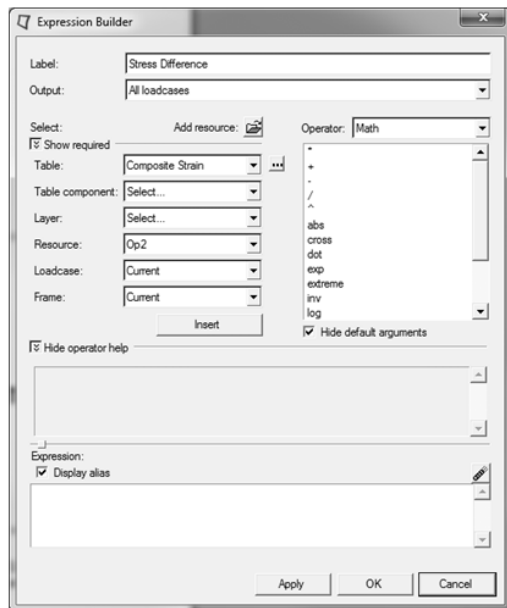

图 13-63 设定扩展选项
(3) 接下来将创建一个关于特定工况的 Derived Result。在 Results Browser 中的空白处单击右键，在弹出菜单中依次选择 Create > Derived Result。
(4) 弹出如图 13-63 所示的对话框，在 Label 中输入 Stress Difference。